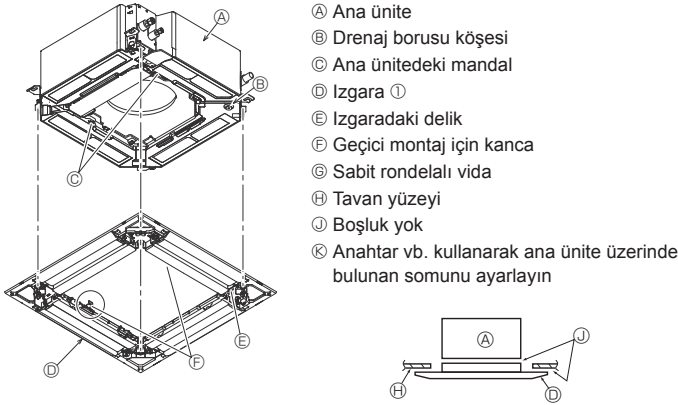

Fig. 9-6
9.4.2. Izgaranın geçici olarak montajı (Fig. 9-6)
- Daha önceden yerlerine takılan vidaları sıkarak izgarayı sabitleyin. (Fig. 9-6)
Ana ünite ile izgara arasında ya da izgara ile tavan yüzeyi arasında boşluk kalmamasına dikkat edin. (Fig. 9-6)